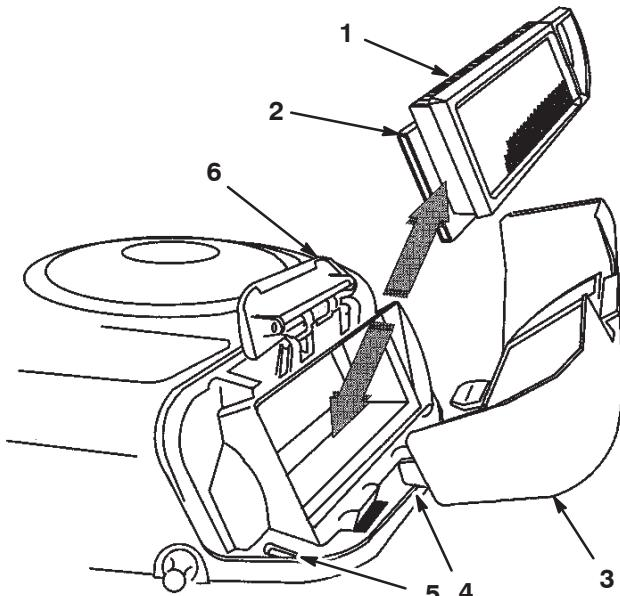

Bild 34
4. Schieben Sie den Papier- und den Schaumeinsatz vorsichtig vom Gebläsegehäuse herunter (Bild 34).
2. Fluchten Sie die Nasen der Luftfilterabdeckung mit den Schlitten im Gebläsegehäuse aus (Bild 34). Haken Sie den Griff in die Abdeckung ein und drücken auf den Griff, um diese einzurasten.